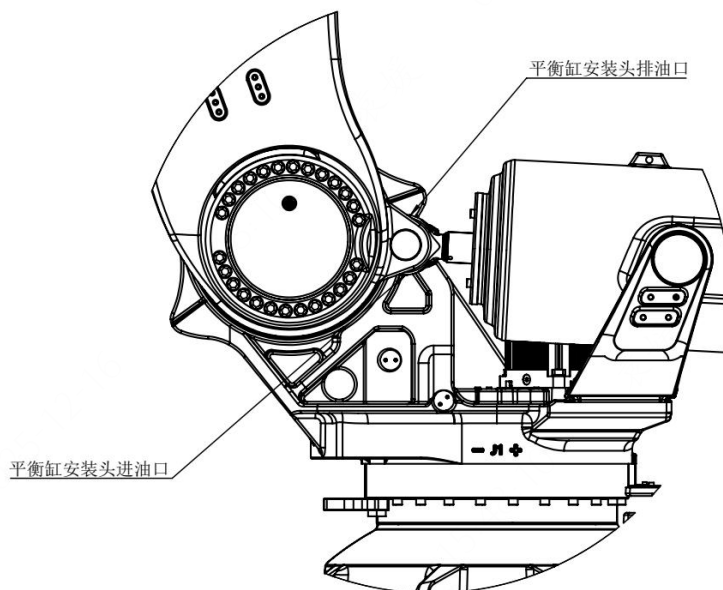

图 4-1 机器人注油口和排气口分布图
- 3) 拆下润滑供、排油口的内六角螺塞 M10*1，见图 4-1，在排油口下方放置润滑油承接容器，为了避免污染机器人，可根据需要安装排油用接头[M10×1]和排油软管[φ8×1m]